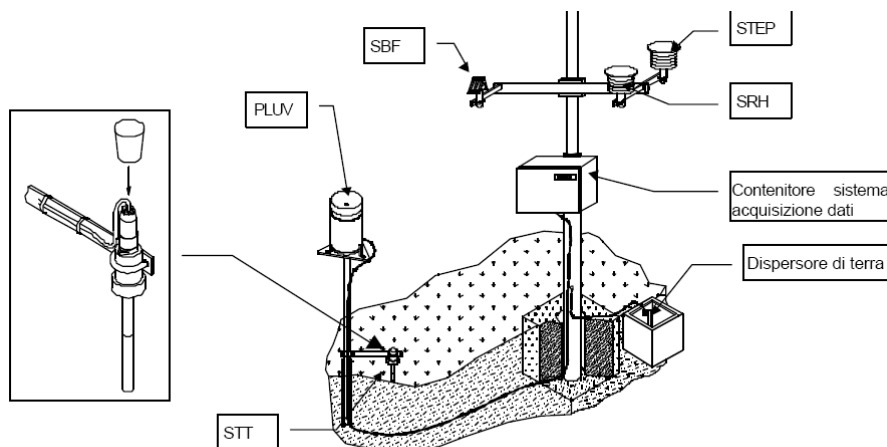

Figura 3
Figura 3), in quanto le misure possono essere falsate rispettivamente dal calore e dall'eventuale evaporazione dell'acqua (che può depositarsi nella parte soprastante) emanati dalla scatola stessa
- fissare il supporto al terreno (v. installazione pali su plinti p81a) in modo da sfruttare al massimo consentito la lunghezza del cavo, tenendo conto che dovrà essere fissato lungo il supporto, dovrà essere interrato, fissato al palo quindi entrare nella scatola stagna per essere collegato al sistema di acquisizione dati (v. Figura 3);
Come da Figura 3 piantare un dispersore di terra nelle vicinanze del palo (possibilmente all'interno di un